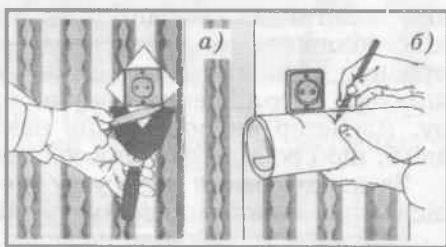

Рис. 128. Технологія оброблення шпалер навколо розеток
Оброблення шпалер навколо розеток може бути виконане кількома способами (рис. 128).
1. Шпалери наклеюють, суміщення малюнка навколо розеток виконують одразу після висихання клейстеру (рис. 128а).
2. Шпалери вимірюють і, позначивши заздалегідь контур розетки, вирізають потрібний діаметр (рис. 128б).